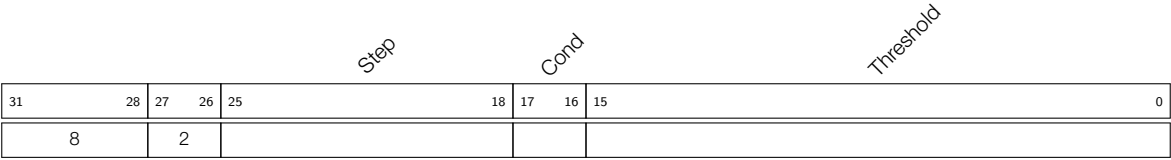

图 30-17. 指令类型 - JUMPS
**Operand**    **描述** - 见图 30-17